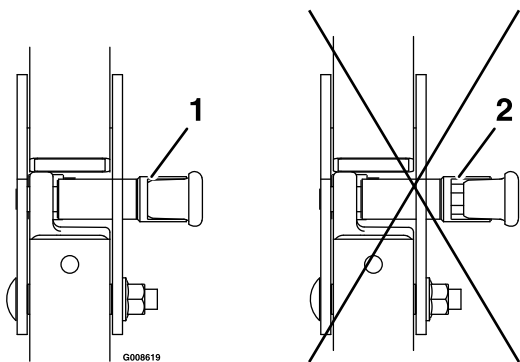

Рисунок 9
1. Підніміть трубчастий каркас в робоче положення і повертайте руків'я до тих пір, поки вони частково не увійдуть в пази (Рисунок 9).
2. Підніміть трубчастий каркас в повністю вертикальне положення, одночасно натискаючи на верхню частину трубчастого каркасу, щоб штифти зайняли своє положення, коли отвори будуть на одному рівні зі штифтами (Рисунок 9).
3. Натисніть на трубчастий каркас і переконайтеся, що обидва штифти зафіксовані (Рисунок 9).